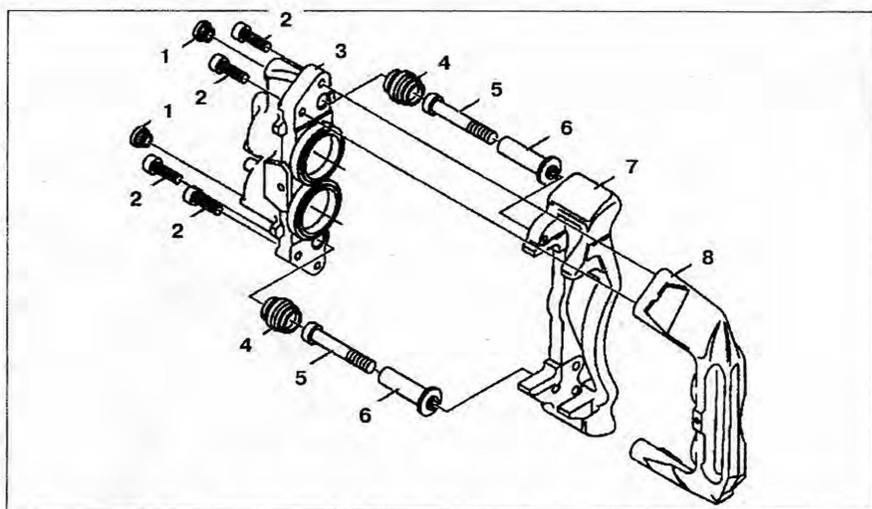

Рис. 7.9. Суппорт переднего тормозного механизма:
6. Снимите корпус 3 (рис. 7.9).